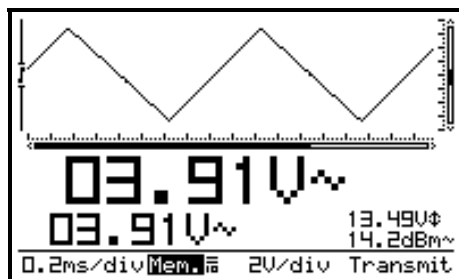

Fig 46
„**Transmit**“ (1) zal tijdelijk verschijnen tijdens het doorsturen van het bestand. (Fig.46)